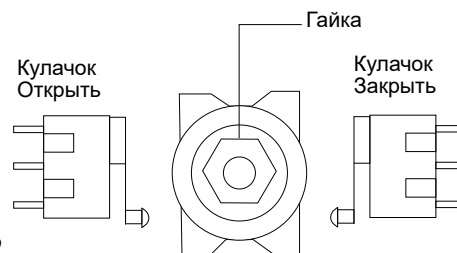

рис. 2
- вращая кулачки (желтый- открытие, красный- закрытие) установите их таким образом, чтобы кулачок зажимал нужный микро выключатель в требуемом положении (рис. 2);